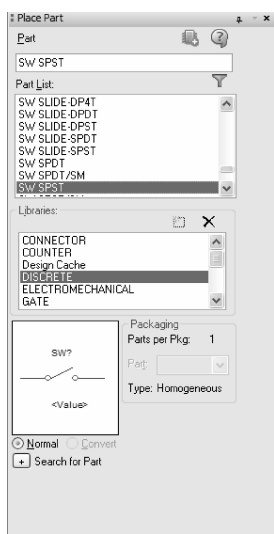

图 6-150 选择开关元件
7) 放置开关元器件。在“Place Part (放置元件)”面板中选择“DISCRETE. olb (分立式元件库)”，在元器件过滤列表框中输入“SW SPST”，在元件预览窗口中显示符合条件的元器件，如图 6-150 所示。将元器件放置到图样空白处。